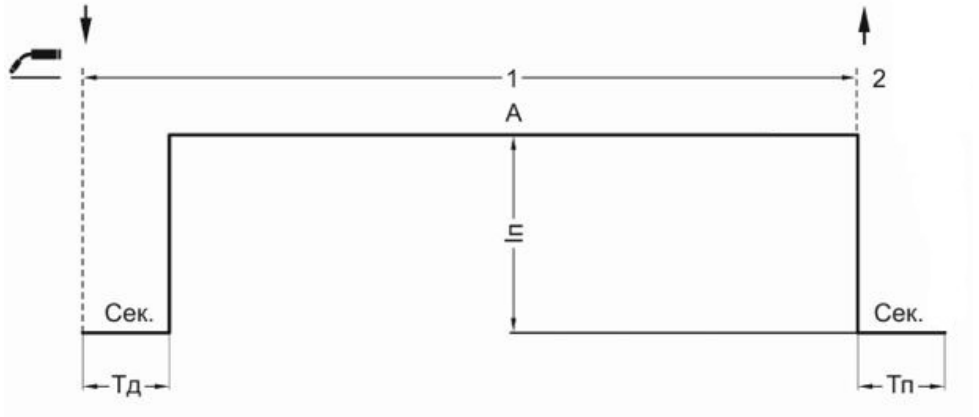

Рис. 7.2.1. Режим работы аппарата 2T SYN.
**Двухтактный режим (2T SYN)** рекомендуется использовать при длине сварочных швов до 200 мм (См. рис. 7.2.1).